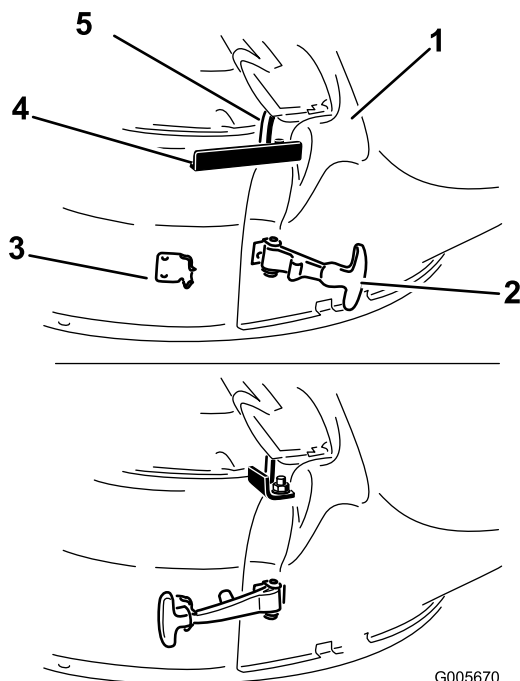

Figura 26
3. Fixați jgheabul la platformă prin agățarea zăvorului flexibil al jgheabului de clema de reinere sudată pe platforma mainii de tuns iarba în partea din spate a deschiderii (Figura 26).
4. Fixați cârligul de reinere în jurul tijei pivotului pentru a fixa jgheabul în poziție (Figura 26).